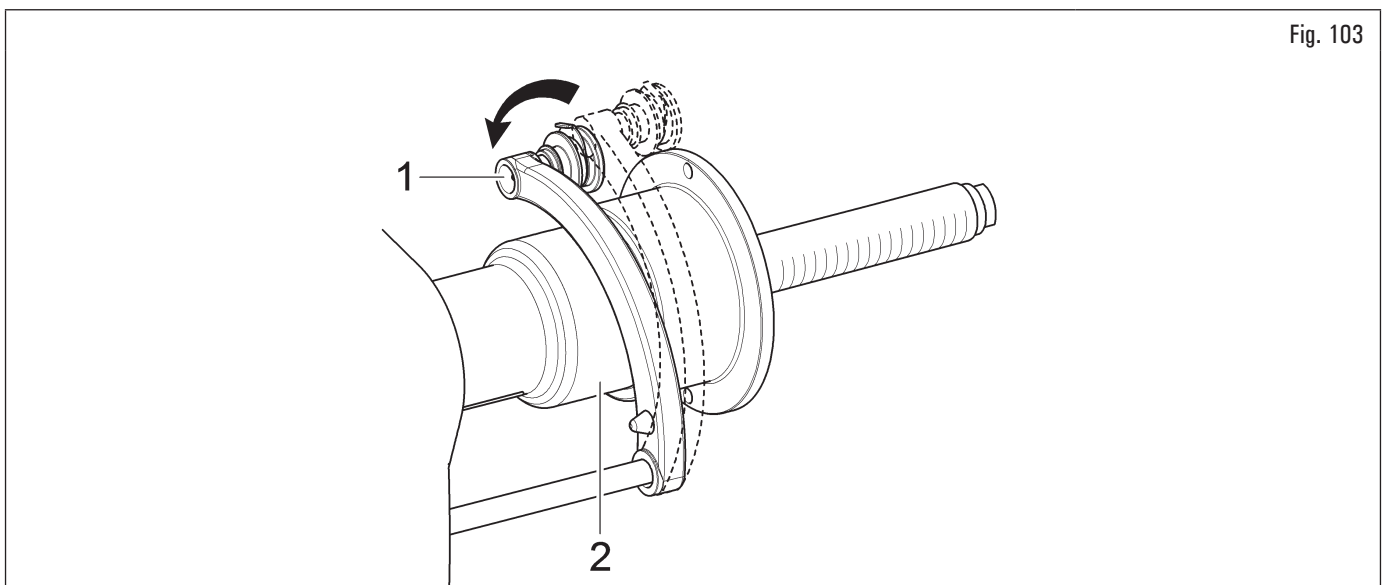

Fig. 103
Portando ripetutamente il braccio del calibro (Fig. 103 rif. 1) a contatto con il mandrino (Fig. 103 rif. 2), il programma passerà ciclicamente da "STATICO" a "STATICO 1" A "STATICO 2", per poi tornare dall'inizio.
2. portando a contatto la pinza di applicazione pesi con la parte interna del cerchio (2 punti di contatto) (vedi Fig. 103) si seleziona il programma "ALU-S";
Portando ripetutamente il braccio del calibro (Fig. 103 rif. 1) a contatto con il mandrino (Fig. 103 rif. 2), il programma passerà ciclicamente da "ALU-S" a "ALU-S1" a "ALU-S2", per poi tornare dall'inizio.